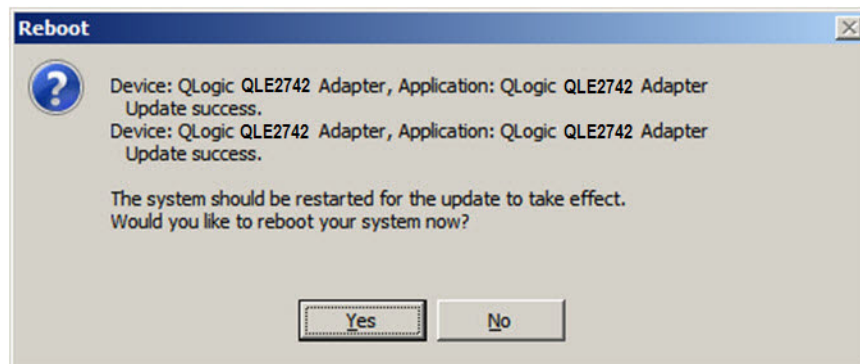

Ilustración 3-4. Resultado de la instalación
4. Cuando haya terminado, el instalador indica el resultado de la instalación (Ilustración 3-4). Haga clic en **Yes** (Sí) para reiniciar.